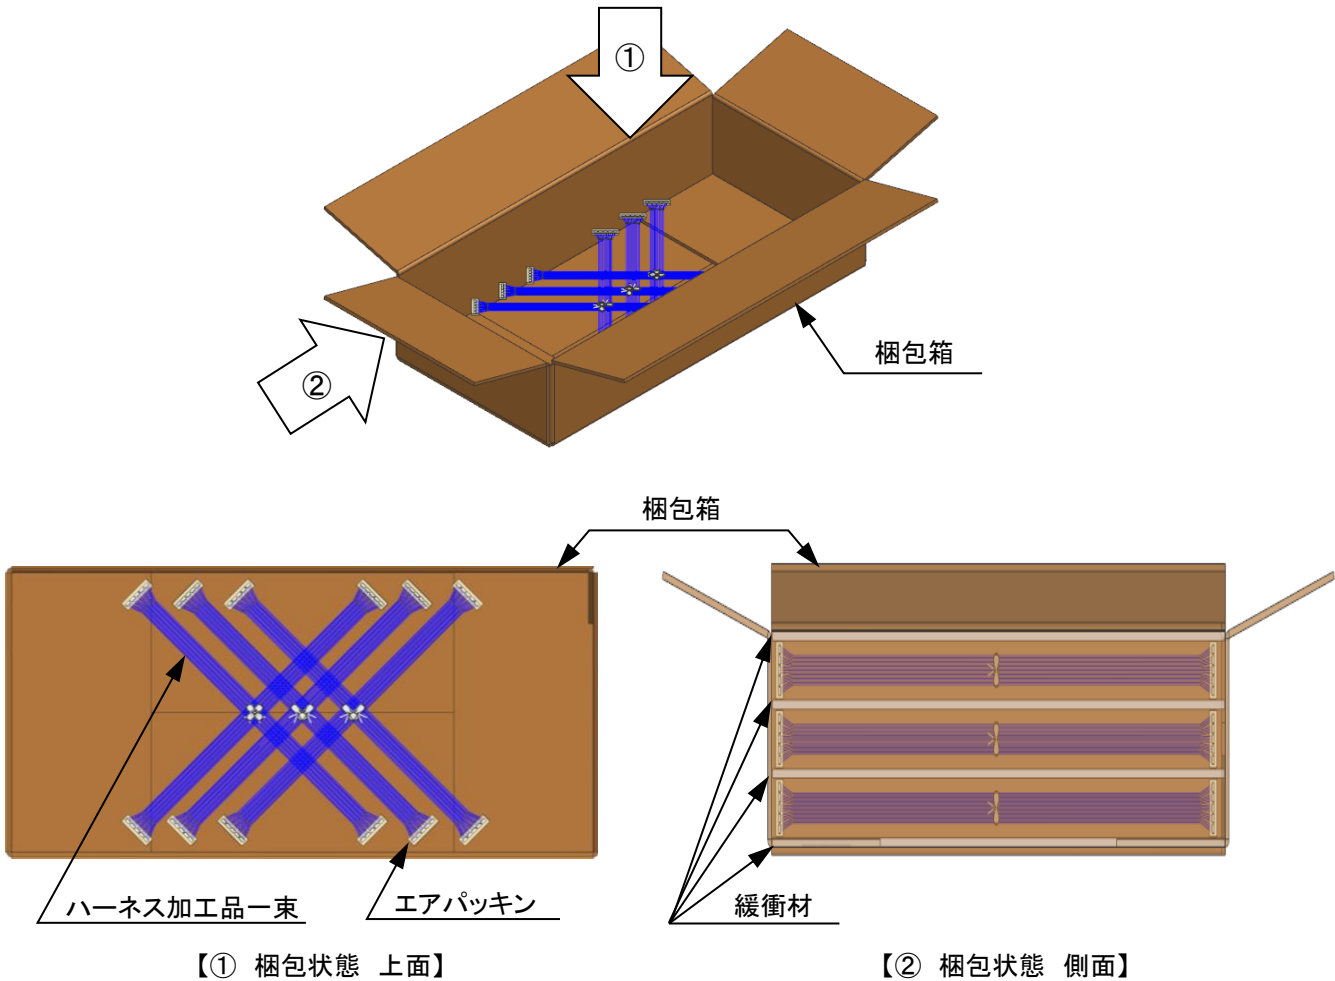

Fig.8-2 梱包状態図
尚、下図(Fig 8-2)は推奨参考例ですが、ハーネス長が長いなどの理由で他の梱包方式で御使用される場合にも段積みによる加重等の負荷がコネクタに長時間加わらない様御配慮をお願い致します。
※ハーネス加工品の束を梱包箱に入れる際、積み重ねによる荷重等の負荷がコネクタに長時間加わらない様に、箱に合わせた形で製品を交互(十字型)に重ね合わせて下さい。(Fig.8-2 ①)
※梱包箱底面には、緩衝材等を敷いて下さい。また、段積みによる荷重等の負荷がコネクタに長時間 加わらない様に、緩衝材を敷く等の御配慮をお願い致します。(Fig.8-2 ②)